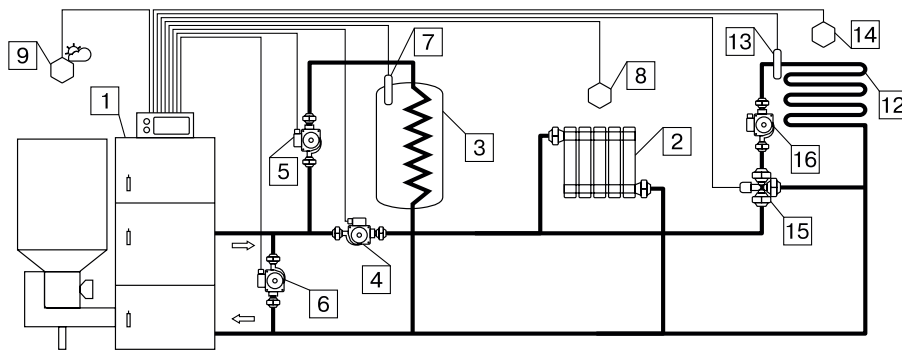
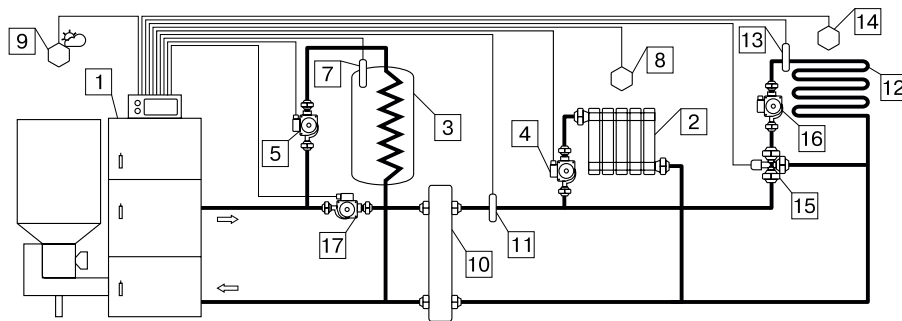

Рис.13. Упрощенная схема подключения котла с узлом рециркуляции.
Рис.14. Упрощенная схема подключения котла с гидроразделителем, контуром ГВС и теплого пола.
7.1.4.1. Упрощенные варианты схем монтажа котла с закрытой системой отопления представлены на рис.13; рис.14 (Только для исполнения «Стационарный»).
7.1.4.5. Во избежание конденсации продуктов сгорания в котле и повышения долговечности котла и дымохода, отопительный котел должен быть оборудован контуром рециркуляции или смесительным устройством, поддерживающим температуру теплоносителя на входе в котел выше 65°C, (точка росы продуктов сгорания) (см. Рис.13, 14).